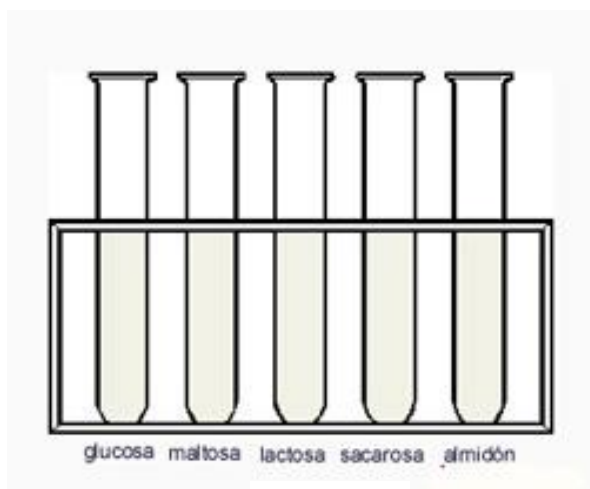

Figura 1
- ❖ Poner las muestras de glúcidos en los tubos de ensayo. Pueden prepararse soluciones al 1% aproximadamente. Figura 1.